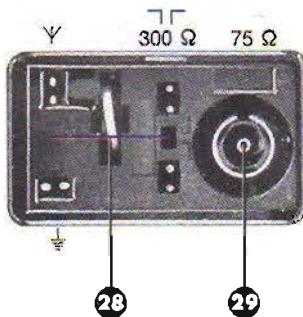

Abb. 3
Die Buchse JL ist für den Anschluß eines UKW-Dipols von  $300 \Omega$  vorgesehen. Mit dem UKW-Außendipol kann, außer auf UKW, auch behelfsmäßig auf dem AM-Bereich (MW), empfangen werden (Drahtbrücke zwischen den Buchsen waagrecht eingesetzt). (Siehe Abb. 3).